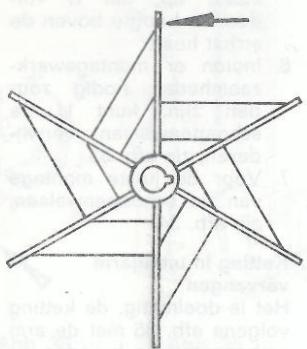

Abb. 39a
- b) Flügelrad im Gebläsegehäuse soweit drehen, bis Markierung (0) senkrecht nach oben zeigt (Abb. 39a).
- a) Faire tourner la roue à ailettes dans le carter de ventilateur jusqu'à ce qu'apparaisse en-haut à la verticale la marque (0) (fig. 39a).
- b) Girare la ruota a pale nella scatola del ventilatore fino a quando il contrassegno (0) è rivolto verso l'alto in posizione verticale (fig 39a).
- b) Ventilator in ventiltorhuis zover draaien, tot de markering (0) loodrecht naar boven staat (afb. 39a).